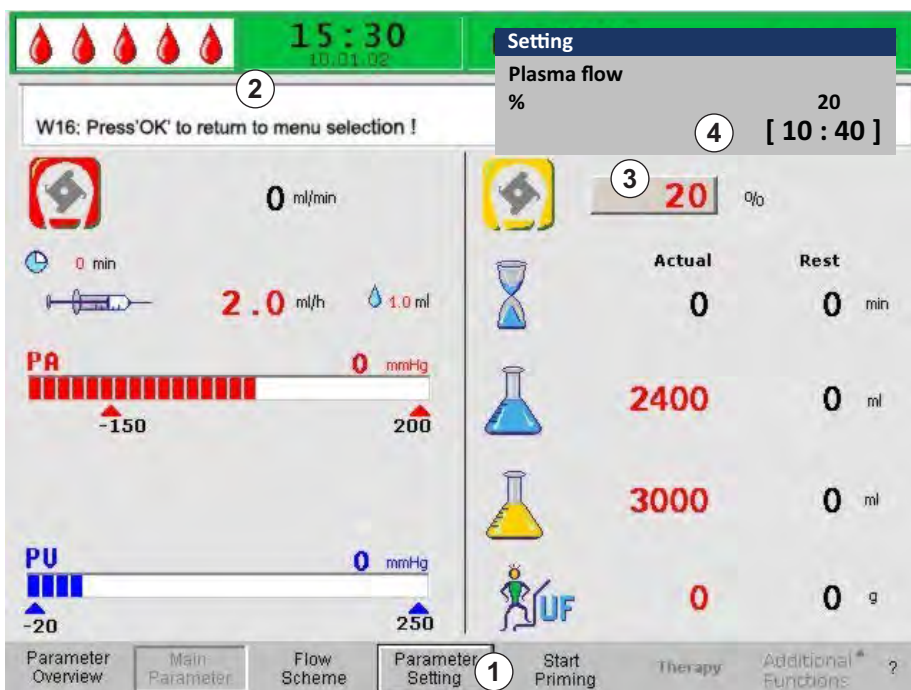

Рис. 3-18 Выбор параметра на экране *Main Parameter* (Основной параметр)
1. Использовать вращающуюся кнопку для выбора пункта *Parameter Setting* (Установка параметров; Рис. 3-18 ①) в строке меню и нажать кнопку *Ввод*.
☞ Все параметры, которые могут быть изменены, отображаются красным цветом (Рис. 3-18).
☞ Поле значения параметра, выбранного в текущий момент, показывается рельефным (как бы не нажатым) с серым фоном (Рис. 3-18, ③). Диапазон установки параметра отображается в появляющемся окне *Setting* (Настройка; ④). Если параметр относится к безопасности пациента, то значение, установленное в текущие момент, отображается над диапазоном установок.